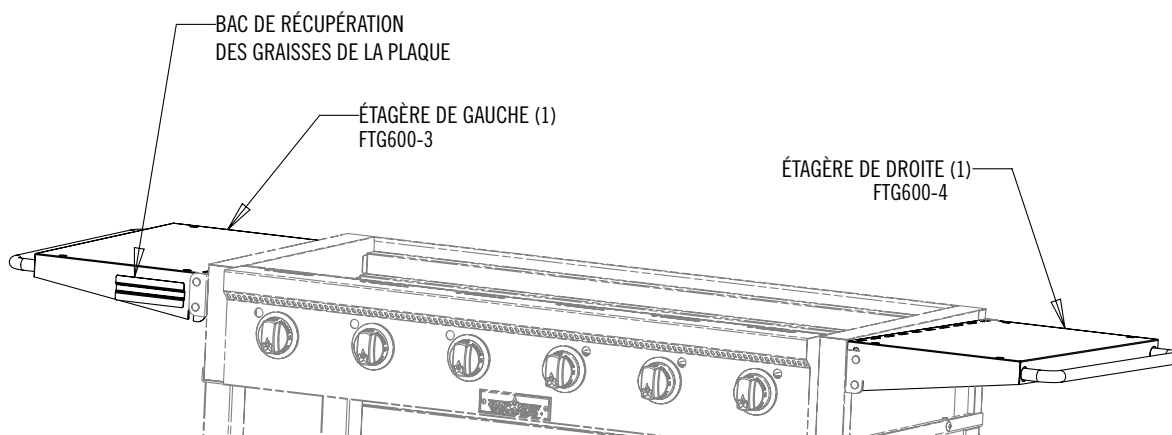

FIG 6
15. Monter les étagères latérales en insérant les crochets sur leur emplacement inférieur du support. Soulever l'étagère et l'insérer dans son emplacement supérieur en la faisant pivoter. Abaisser l'étagère pour la fixer en place. Voir Figure 6. (Remarque : l'étagère qui comporte le support pour le bac de récupération des graisses doit être montée du côté gauche du barbecue.)